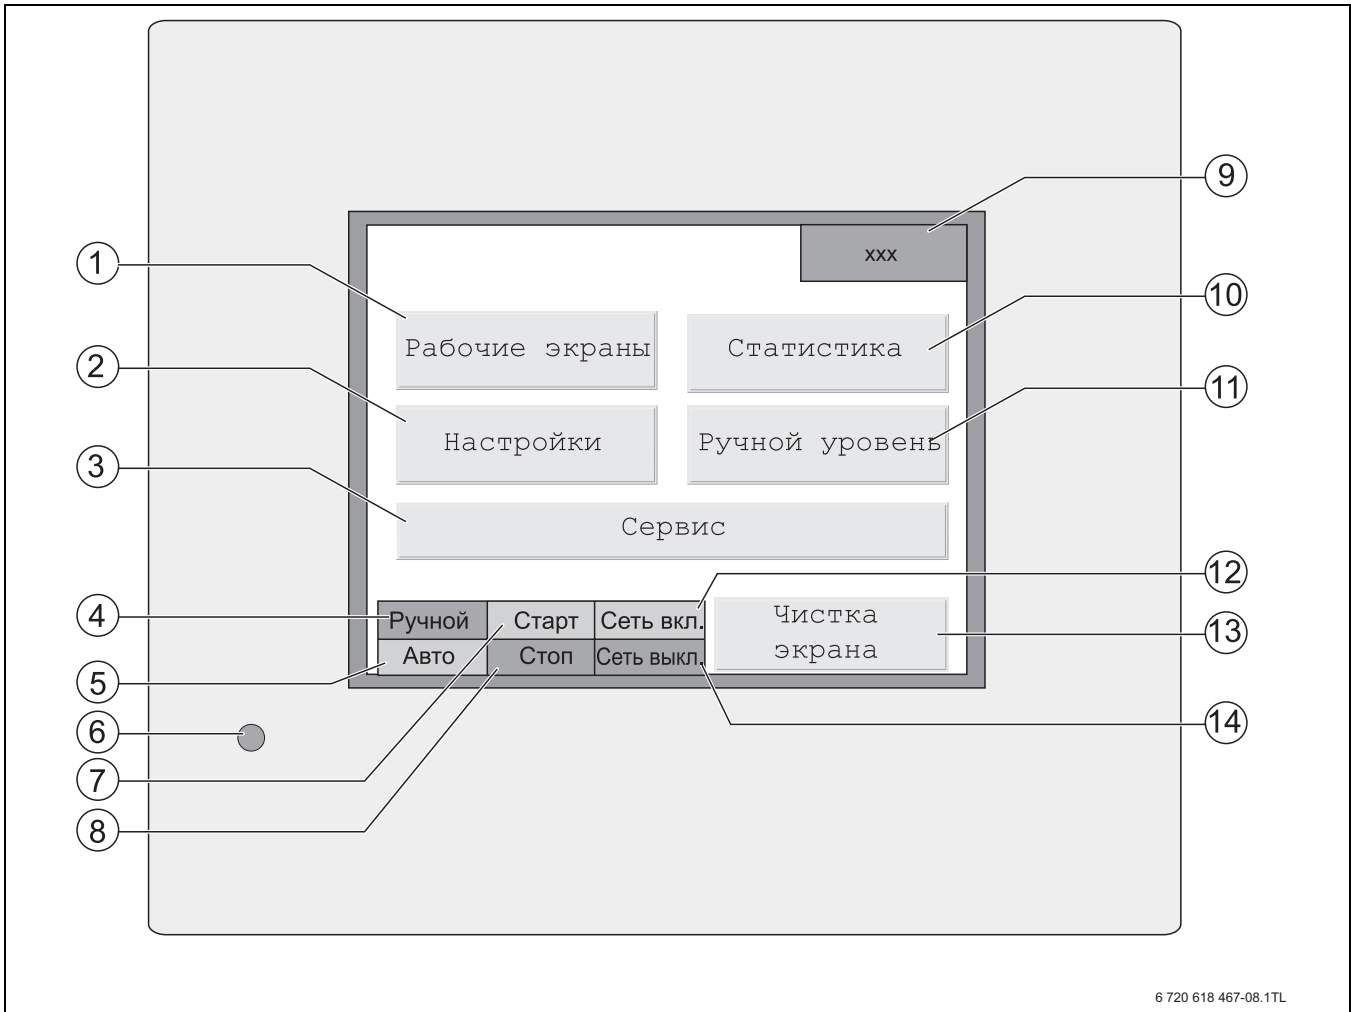

Рис. 4 Главное меню сенсорного экрана
- Сенсорный экран (→ рис. 4, стр. 14)
С сенсорного экрана (→ рис. 4) осуществляется основное управление блок-ТЭС.